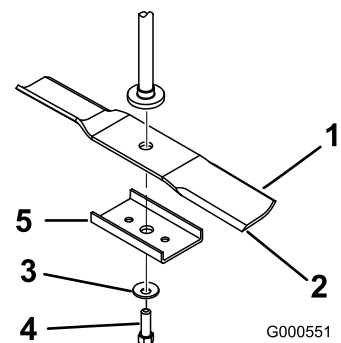

Figure 44
Tenez la lame à son extrémité avec un chiffon ou un gant épais. Enlevez de l'axe le boulon, la rondelle bombée, le renfort et la lame de l'axe (Figure 44).
1. Placez la lame sur l'axe (Figure 44).
- Montez le renfort, la rondelle bombée (face concave vers la lame) et le boulon de lame (Figure 44).